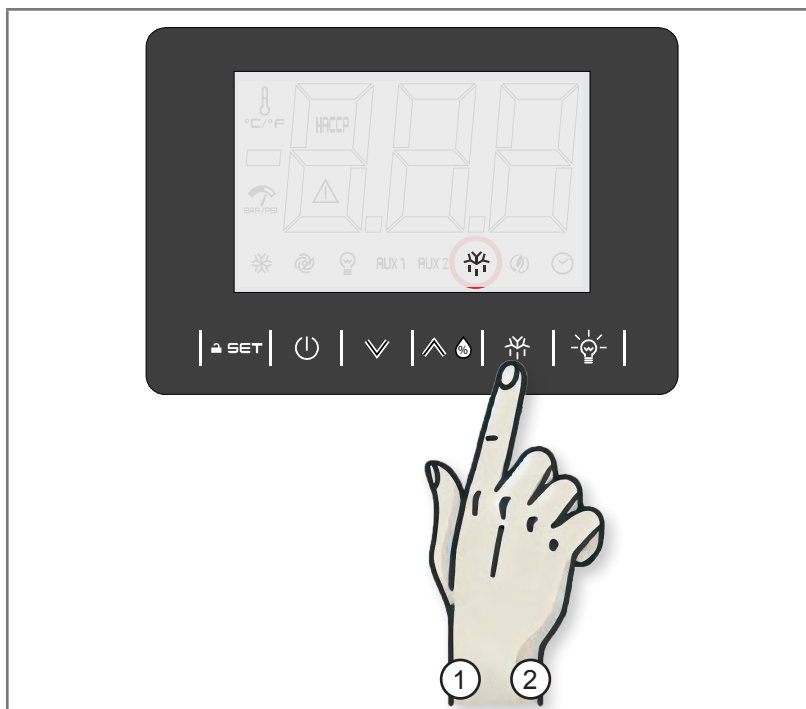

Fig 5.7 - Touche de dégivrage
1. Appuyer sur la touche DÉGIVRAGE pendant 2 secondes (1 - Fig. 5.7) : l'écran affiche l'icône DÉGIVRAGE.
2. Appuyer sur la touche DÉGIVRAGE pendant 2 secondes (2 - Fig. 5.7) : l'écran n'affiche pas l'icône DÉGIVRAGE.